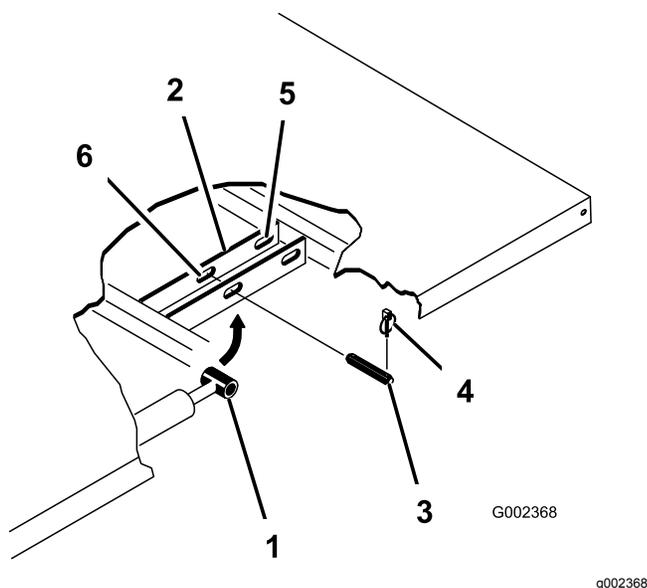

Рисунок 30
3. Удалите шплинты с кольцом из наружных концов шплинтуемых штифтов на штоках гидроцилиндров (Рисунок 30).
4. Снимите шплинтуемые штифты, крепящие концы штоков гидроцилиндров к монтажным плитам кузова, протолкнув штифты внутрь (Рисунок 30).
5. Выньте шплинтуемые шплинты, которые крепят шарнирные кронштейны к швеллерам рамы (Рисунок 30).